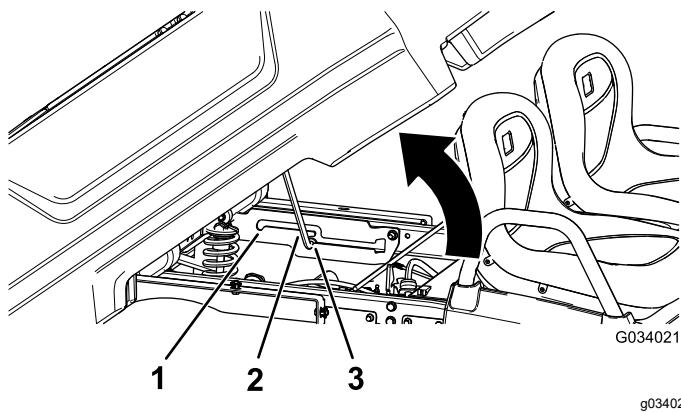

Figura 12
2. Tire de la varilla de sujeción hasta que entre en la ranura de retención de la posición de volquete, para afianzar la caja (Figura 12).
2. Tire de la varilla de sujeción hasta que entre en la ranura de retención de la posición de servicio, para afianzar la caja mientras se realizan tareas de mantenimiento (Figura 12).
2. Extraiga la varilla de sujeción de la ranura de retención (Figura 12).